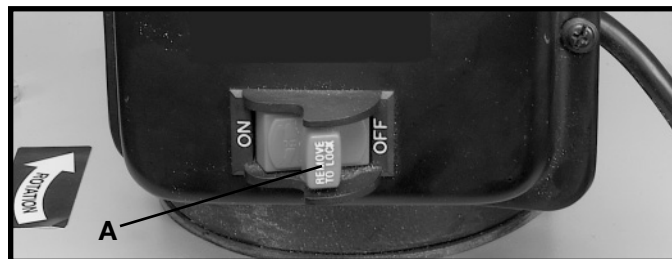

Fig. 19
El interruptor de encendido y apagado está ubicado en el lado del motor. Para encender el colector de polvo, empuje hacia arriba la palanca del interruptor (A), Fig. 19. Para apagar el colector de polvo, empuje hacia abajo la palanca del interruptor (A).